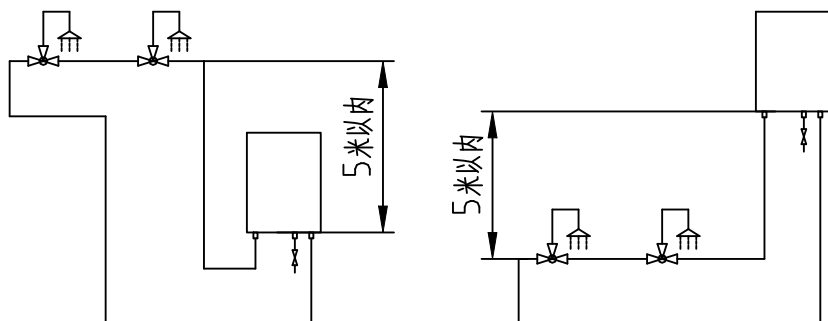

图21
■ 从燃气热水器出口到末端热水龙头处的循环配管的高低落差应在5米以内（如下图21）